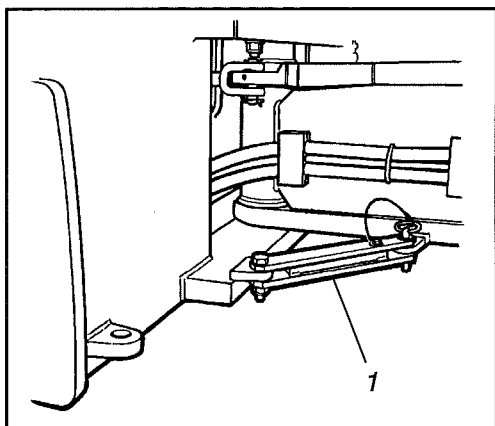

Fig. 32 Lato sinistro dell'articolazione
1. Bloccare l'articolazione secondo la fig. 32.